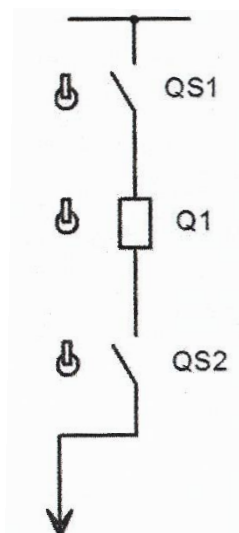

Рис. 1 Схема эксперимента
4.2. Все иллюстрации (рисунки) должны иметь название, которое указывается после номера иллюстрации через тире, например, «Рисунок 1 – Структурная схема одноконтурной САР».